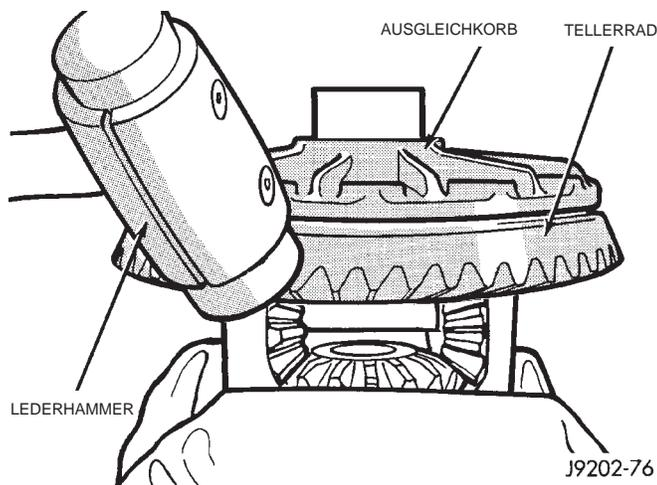

Abb. 34 Tellerrad ausbauen
(1) Ausgleichkorb aus dem Achsgehäuse ausbauen.
(2) Ausgleichkorb in einen mit Schutzkappen versehenen Schraubstock spannen (Abb. 34).
(3) Die Schrauben lösen, mit denen das Tellerrad am Ausgleichkorb befestigt ist.
(4) Mit einem Gummi- oder Lederhammer das Tellerrad vom Ausgleichkorb heruntertreiben (Abb. 34).